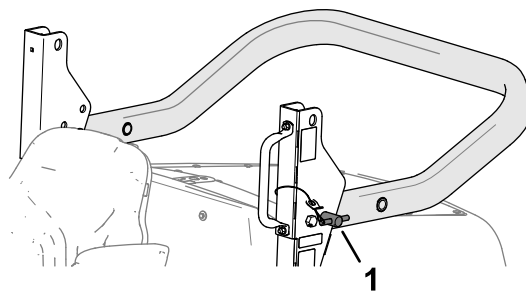

Figura 31
2. Îndepărtați tifturile barei antiruliu de pe suportii pivotani (Figura 31).